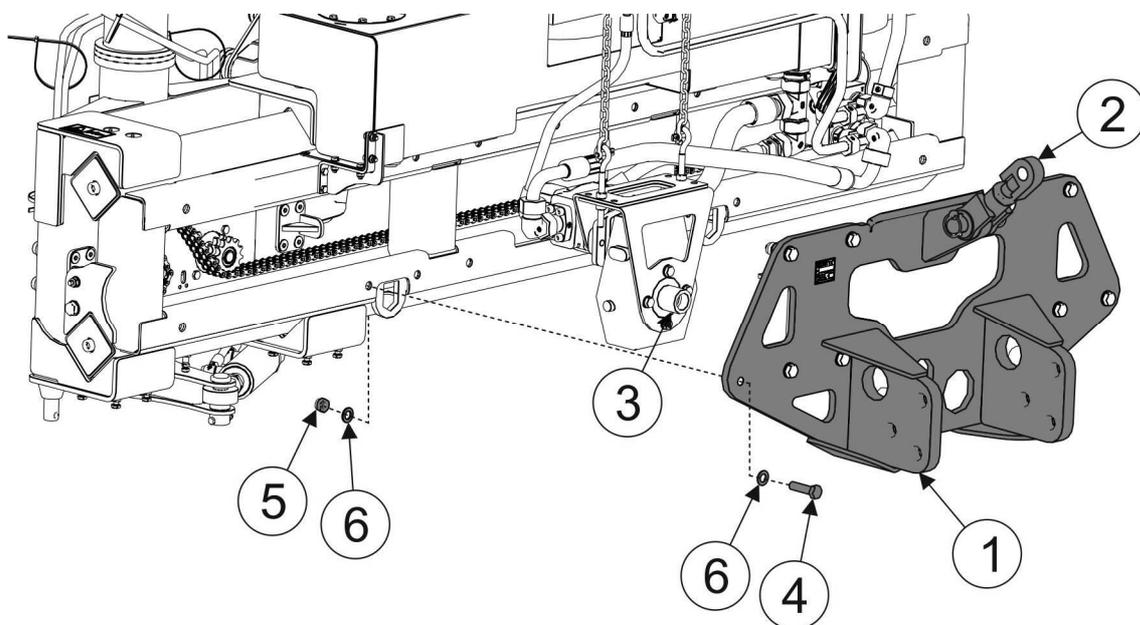

РИСУНОК 3.2 Система навески
(1)- нижние кронштейны адаптационной плиты системы навески; (2)- верхнее сцепное устройство; (3)- присоединение мультипликатора к трактору; (4)- болт; (5)- гайка; (6)- шайбы.
Главным элементом системы навески (РИСУНОК 3.2) универсальной стрелы является адаптационная плита, состоящая из двух кронштейнов (1) и верхнего сцепного устройства (2), служащих для соединения с передней трехточечной системой навески трактора. Присоединение мультипликатора (3) служит для соединения переднего вала ВОМ трактора с мультипликатором.